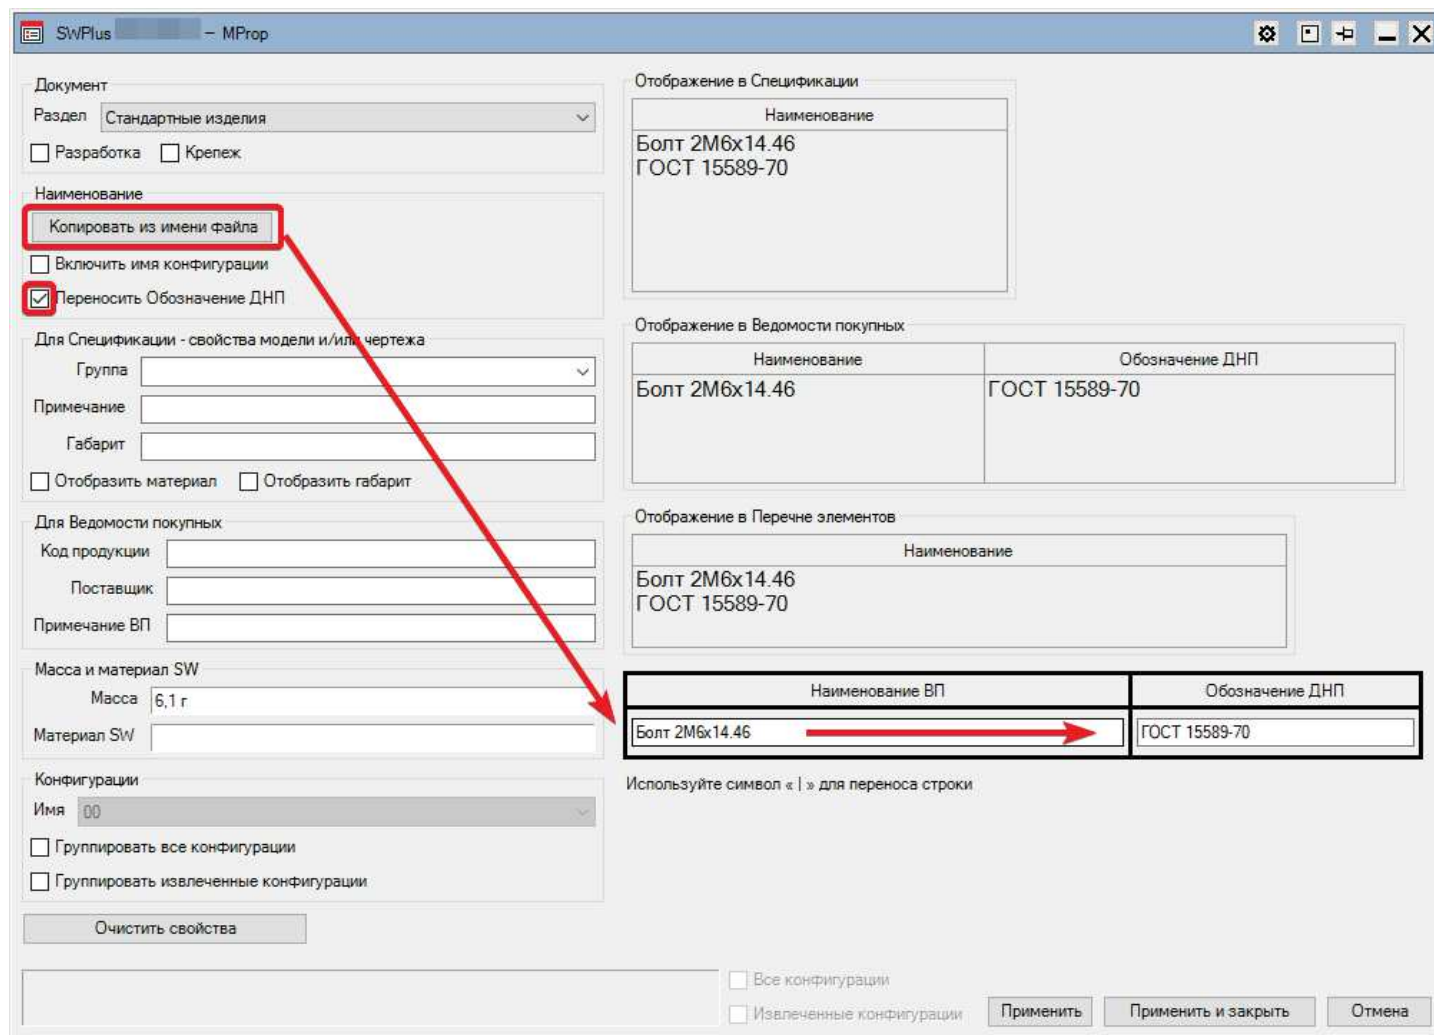

Рис. 26 – Копирование имени файла в поле для ввода наименования изделия в ВП
- **Копировать из имени файла** – команда для копирования имени файла модели в поле **Наименование ВП** (рис. 26). **Обозначение ДНП** заполняется вручную копированием стандарта и его номера из поля **Наименование ВП**.
- **Переносить Обозначение ДНП** – включенный параметр позволяет перенести на новую строку в спецификации обозначение документа на поставку (содержимое поля **Обозначение ДНП**), чтобы не разрывать его значение. См. предварительный просмотр отображения наименования в спецификации, ведомости покупок и в перечне элементов (рис. 26).